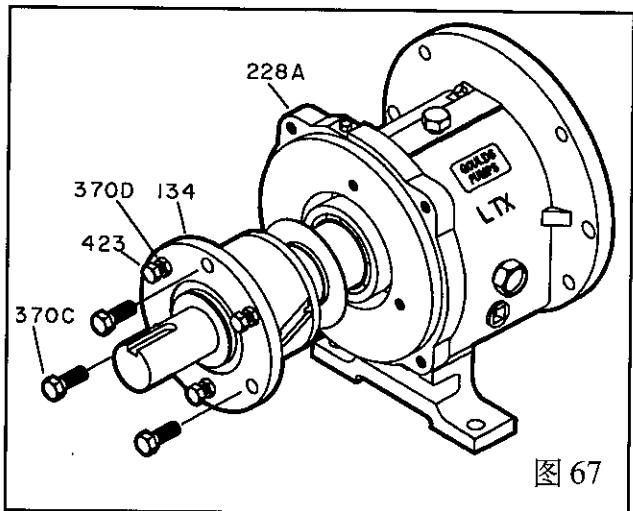

图 67
1. 拧下紧固螺栓(370C)，将锁紧螺母(423)拧松，均匀拧紧推顶螺栓(370D)，将轴承座(134)从轴承箱(228A)中退出。(图67)